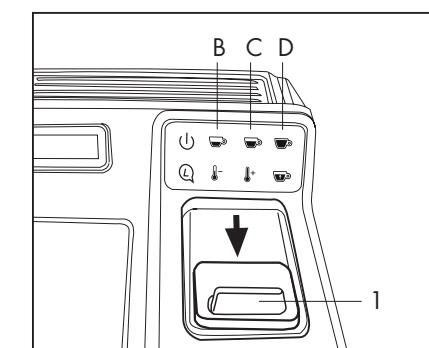

Abb. 11
- Schließen Sie die Klappe (1) und Drücken Sie nach Wunsch eine der Abgabetaßen (B) (C) (D). (**Abb. 11**)